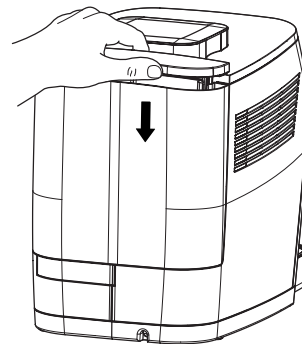

Abb. 3: Wassertank aufsetzen
8. Füllen Sie den Wassertank bis zur Markierung „Max“ mit kaltem Trinkwasser und stellen Sie ihn auf das Gerät (Abb. 3). Achten Sie dabei darauf, dass der Wassertank oben im Gerät einhängt und eng am Gerät anliegt.